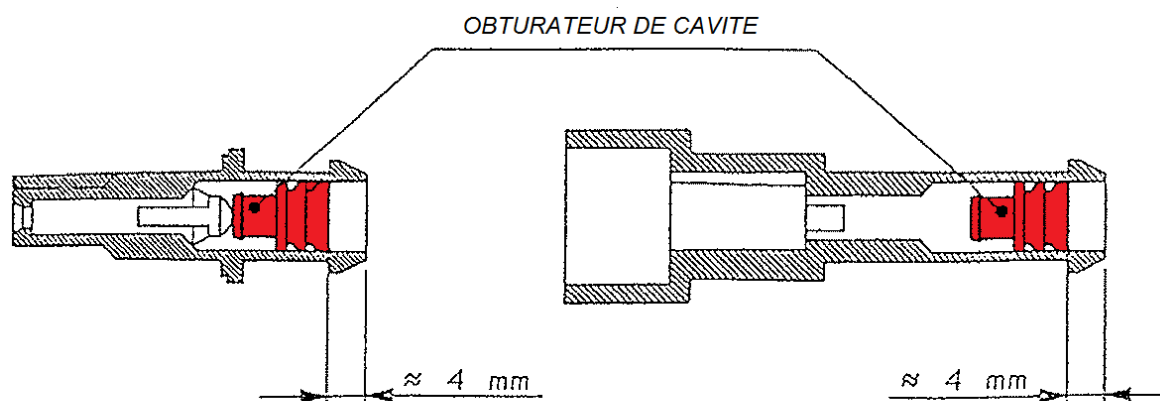

FIG.2
1.3) Insertion de l'obturateur de voie non utilisée. **(FIG.2)**
Afin de garantir l'étanchéité du boîtier, si une ou plusieurs voies ne sont pas utilisées, insérez l'obturateur de couleur rouge comme indiqué figure 2. Si besoin, l'obturateur peut être retiré à l'aide d'une pointe.